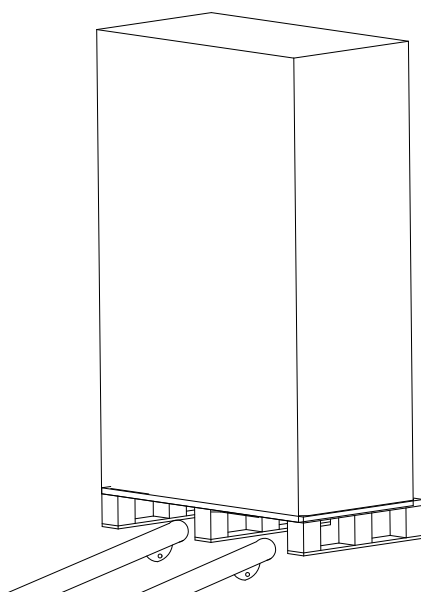

Fig.3-5 Transporte para o site designado
2. Transporte o equipamento para o local designado utilizando uma empilhadeira, conforme a Fig.3-5.